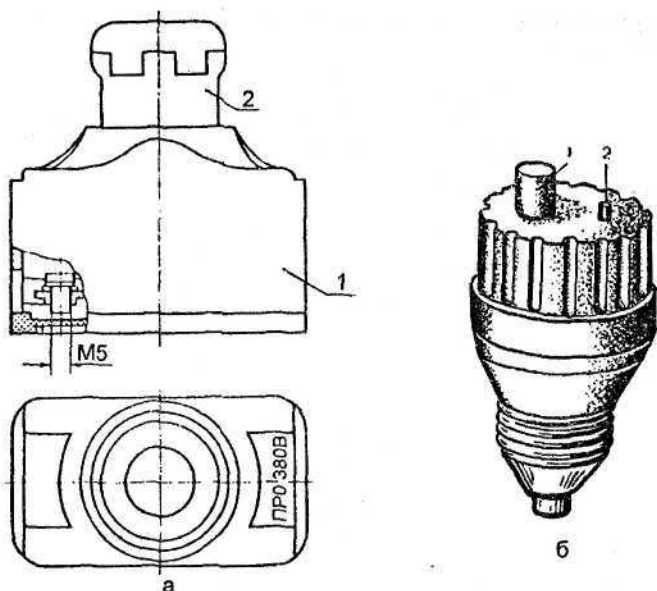

Рис. 14. Аппараты электрoзащиты:
Плавкий предохранитель — один из наиболее распространенных аппаратов защиты. Для бытового потребления плавкие предохранители оформляют в виде однополюсных резьбовых предохранителей с резьбой E27. Предохранитель состоит из двух основных частей (рис. 14 а): основания прямоугольной формы и ввертываемого цилиндрического корпуса с плавкой вставкой. Основание устанавливается на щитке в цепи фазного провода. К зажиму, связанному с центральным контактом, подключают провод, идущий от клеммы (2) счетчика; к зажиму резьбовой части — провод, идущий к нагрузке. Плавкая вставка помещена в фарфоровый цилиндр с двумя металлическими колпачками со стороны торцов. Вставку устанавливают в цилиндрический корпус, который ввертывают в основание.
Автоматические выключатели. Для применения в квартирных щитках с плавкими вставками разработаны автоматические выключатели типа ПАР на 6,3 и 10 А с присоединительными размерами, такими же, как и резьбовых предохранителей (рис. 14 б). В отличие от плавких вставок автоматический выключатель после срабатывания снова готов к работе. Чтобы его включить, достаточно нажать кнопку большого диаметра, а нажав кнопку маленького диаметра, можно отключить цепь. Эти автоматы имеют комбинированный расцепитель: электромагнитный — для мгновенного отключения коротких замыканий, и тепловой — для отключения перегрузок.